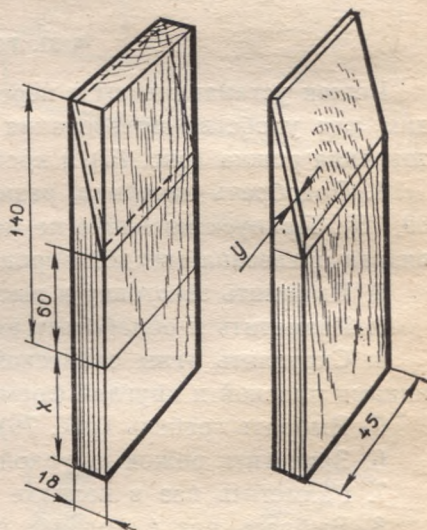

Рис. 74. Разметка и спиливание улона клина:
3. Разметить и спилить уклон (рис. 74).